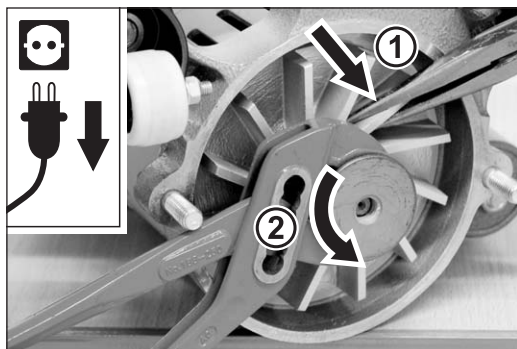

Abb. 57 Den Ventilatorflügel mit einer Zange festhalten (1) und die Motorriemenscheibe mit einer Wasserpumpenzange von der Motorwelle schrauben (2).
- 4 Halten Sie mit einer Zange den Ventilatorflügel fest (Abb. 57, 1) und schrauben Sie mit einer Wasserpumpenzange die Motorriemenscheibe **gegen den Uhrzeigersinn** (Rechtsgewinde) von der Motorwelle (Abb. 57, 2).